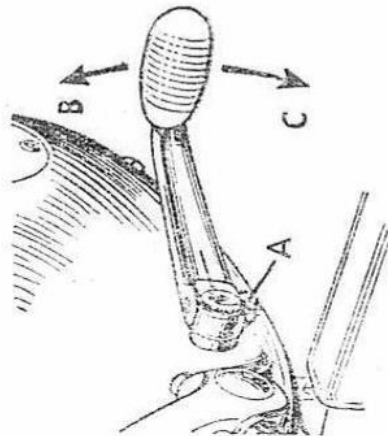

Fig. 5.
Le point mort est entre les rapports de 1ère et de 2ème et un déplacement descendant (C) Fig. 5 du levier permet de dégrader, tandis qu'un déplacement ascendant (B) permet de sélectionner un rapport plus élevé. On peut modifier la position de la pédale suivant les besoins après en avoir desserré le boulon de pincement (A).